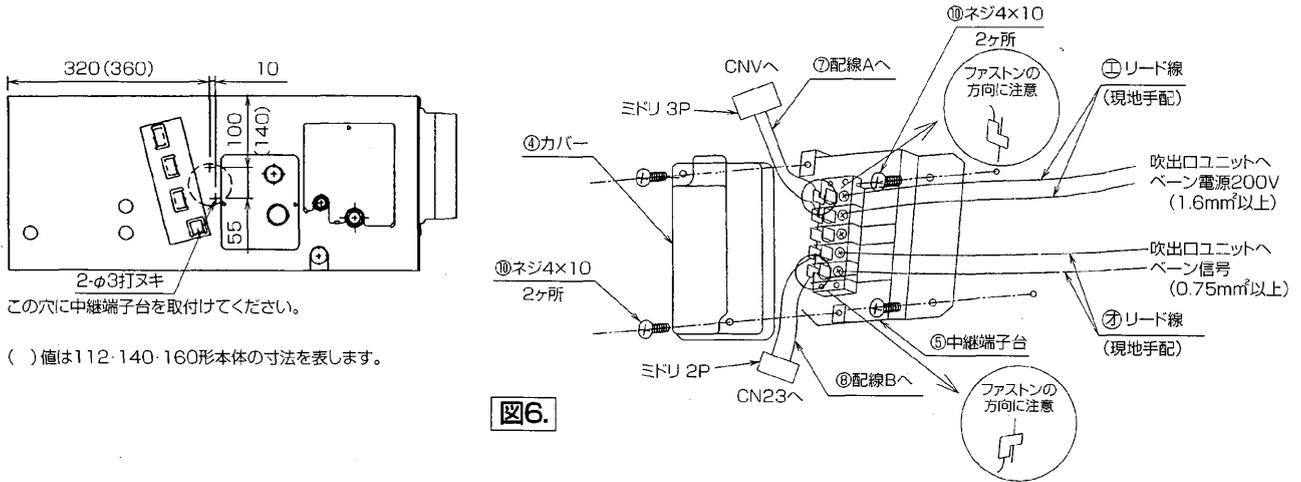

図6.
- 室内ユニット本体外側の側面に中継端子台⑤をネジ止めしてください。(ネジ止め2ヶ所) (図6)
- 配線が終わりましたらカバーをネジ止めしてください。(ネジ止め2ヶ所) (図6)